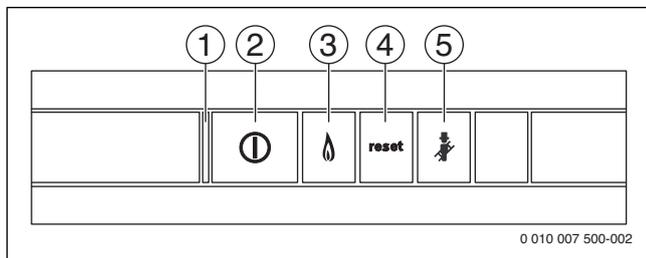

Fig. 73 Touches de réglage
- ▶ Démarrer l'appareil avec l'interrupteur marche/arrêt (→ fig. 73).